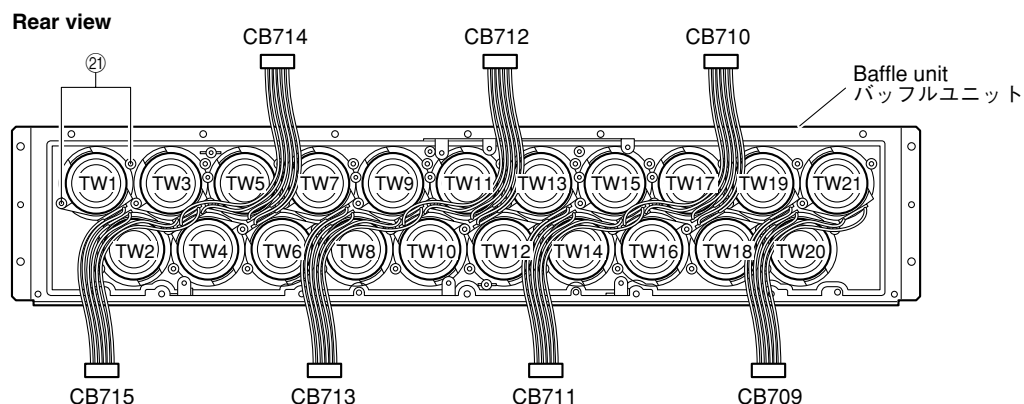

Fig. 7
- a. Remove 2 screws/piece (21). (Fig. 7)
- b. Remove the driver (tweeter). (Fig. 7)
- a. 21のネジ2本/個を外します。(Fig. 7)
- b. スピーカーユニット(ツイーター)を取り外します。(Fig. 7)
Caution : Make sure that all the removed driver (tweeter) parts are reinstalled at specified positions. (Fig. 7)
注意 : 取り外したスピーカーユニット(ツイーター)はすべて決められた位置に取り付けてください。(Fig. 7)